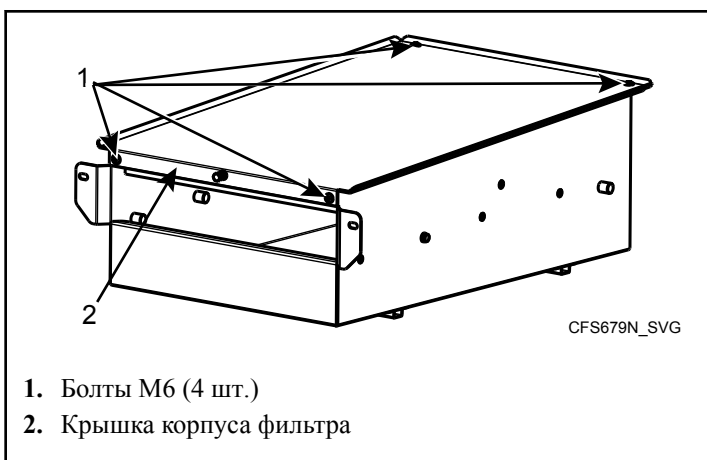

Рис. 63
6. Очистите корпус. См. Рис. 63 . Крышка корпуса (2) также снимается с помощью четырех болтов М6 (1).